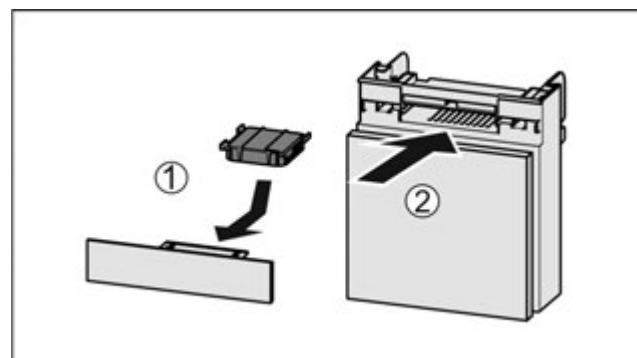

Fig. 73
- Вставити фільтр з активованого вугілля за малюнком Fig. 73 (1).
► Вставити відділення Fig. 73 (2).